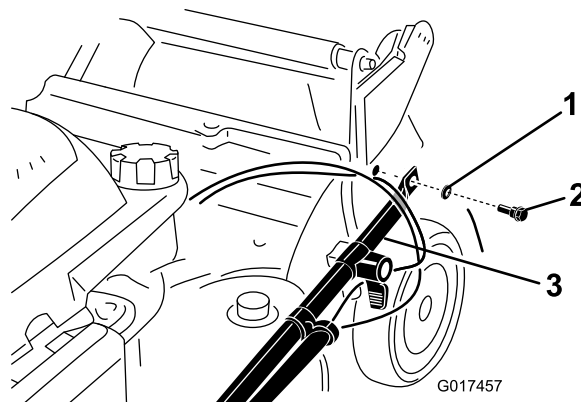

Figure 4
2. Fixez les extrémités du guidon au carter de tondeuse avec 2 rondelles et 2 boulons (Figure 4), **mais ne serrez pas les boulons.**
**Important:** Acheminez les câbles à l'extérieur du guidon (Figure 4).